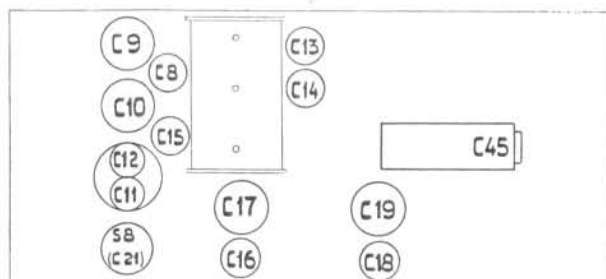

Fig. 8
11. C19 trimmen op maximum output (zie fig. 8).
4. S8 afregelen op minimum output (fig. 8).
Bij deze instelling verdient het aanbeveling gebruik te maken van een speciale beugel, om de schaal vast te zetten (Zie fig. 8).